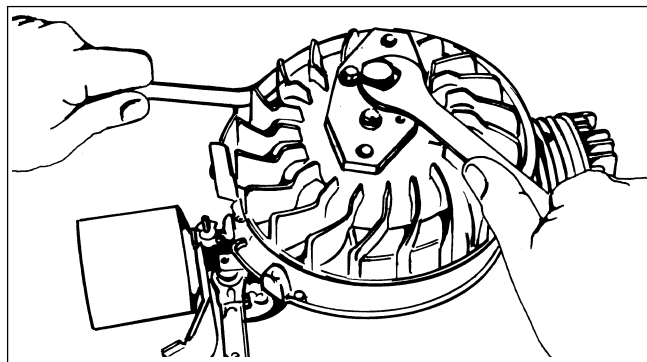

Fig. 5
- Retirer le convoyeur, l'écrou volant et le carter démarreur suivant la méthode traditionnelle, positionner l'outil (code 670306) de la Fig. 5, en appuyant le boulon A sur l'arbre.